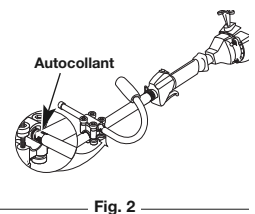

Fig. 2
- Faites coulisser la poignée en J jusqu'à ce que la flèche/ligne blanche sur l'autocollant touche le collier de serrage (Fig. 2).